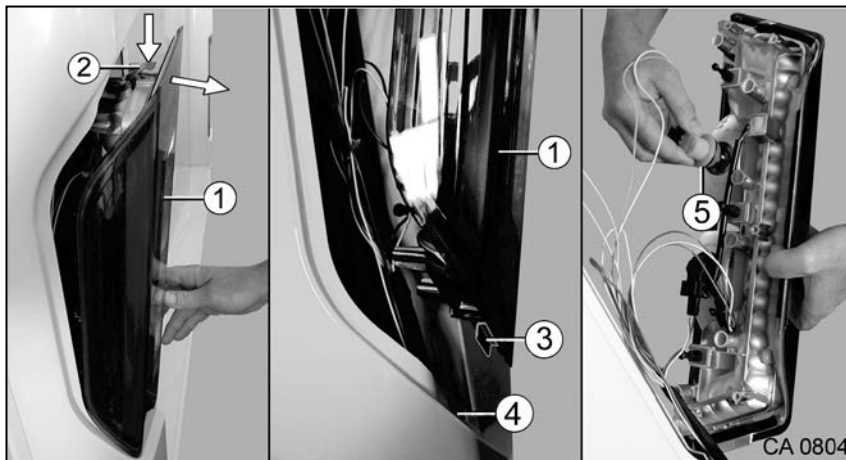

Fig. 173 Remplacement de l'ampoule sur le support de feu arrière
Si, lors du changement d'ampoule sur le support de feu arrière (Fig. 173/1) on travaille avec un outil non approprié ou si le câble est trop sollicité, il y a risque de détérioration.
Ne pas laisser pendre le support de feu arrière (Fig. 173/1) par les câbles !
1. Tirer le support de feu arrière (Fig. 173/1) en haut en dehors jusqu'à ce que le clip de fixation (Fig. 173/2) soit visible.
2. Pousser le clip de fixation (Fig. 173/2) vers le bas tout en sortant encore davantage le support de feu arrière (Fig. 173/1).
3. Soulever le support de feu arrière (Fig. 173/1) et retirer l'entretoise (Fig. 173/3) hors de l'évidement (Fig. 173/4).
4. Enlever prudemment le support de feu arrière (Fig. 173/1), bien le tenir et le déposer dans un endroit approprié.
5. Tirer le culot de lampe (Fig. 173/5) enfiché en dehors et remplacer l'ampoule défectueuse.